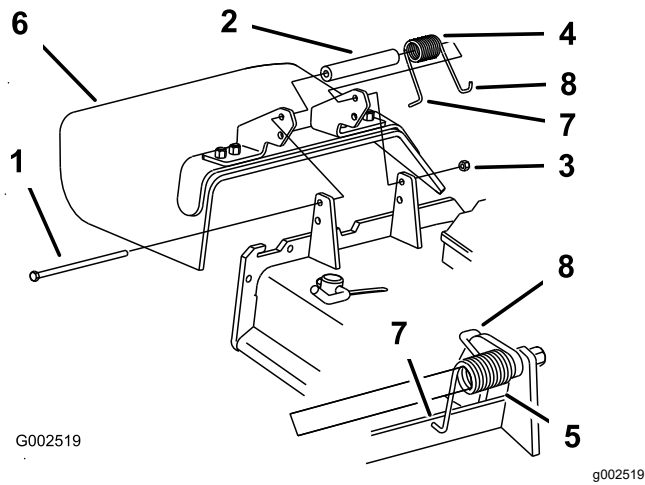

Figura 12
1. Retire el conducto de descarga de la carcasa de corte (Figura 12).